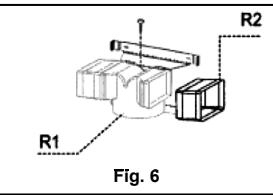

Fig. 6
Für einige Modelle wird ein Set mit Anschlüssen (Fig. 6) mitgeliefert, die mit Spreizdübeln auf einer geeigneten Höhe an der Wand befestigt werden, um den Luftfluss in Übereinstimmung mit den Kaminschlitzten zu kanalisieren. Die Verlängerungen R2 seitlich an den Anschlüssen R1 einführen. Den Anschluss R1 über ein Rohr mit Durchmesser 150 mm am Ausgang des Haubenkörpers anschließen.
- **MONTAGE KAMINE (Abb. 6):**